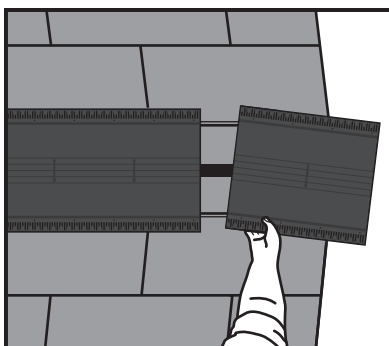

Fig. 8
3. Use a utility knife to cut the final vent section to length, using one of the manufactured cut lines found every 6" on the vent. Ensure that the built-in end plug is exposed on the edge of the vent. For the best appearance, run the ridge vent from rake edge to rake edge. **See Fig. 8.**
3. Use un cúter para cortar la sección final del respiradero con una de las líneas de corte fabricadas que se encuentran cada 6 in en el respiradero. Asegúrese de que el tapón incorporado quede expuesto en el borde del respiradero. Para una mejor apariencia, coloque el respiradero de cumbrera desde un borde de vertiente al otro. **Consulte la Fig. 8.**